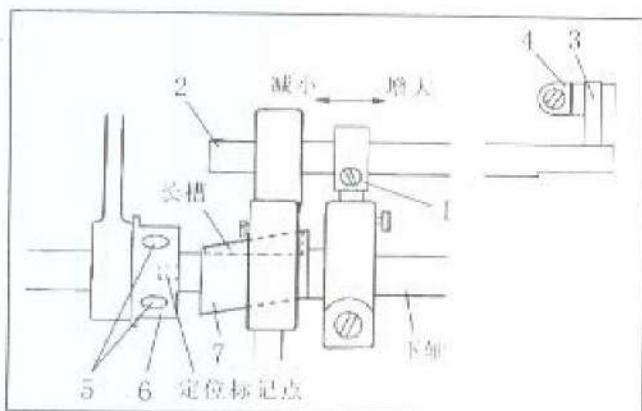

图22
- 1) 抬牙凸轮的定位 (图22)：放倒机器，拧松抬牙凸轮螺钉(5)，然后按住抬牙凸轮(6)，再缓缓转动主动轮，当抬牙凸轮上的定位标记点与送布凸轮(7)上的长槽成90°时，拧紧抬牙凸轮螺钉。
31. 调节倒顺缝针距误差 (图22)：